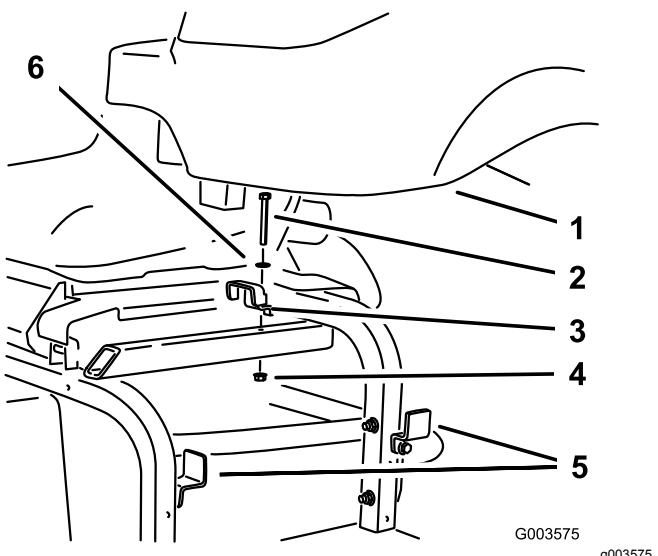

Figura 24
2. Montate il serbatoio idraulico sul telaio e fissatelo con le 3 staffe rimosse in precedenza e allentate (Figura 24).